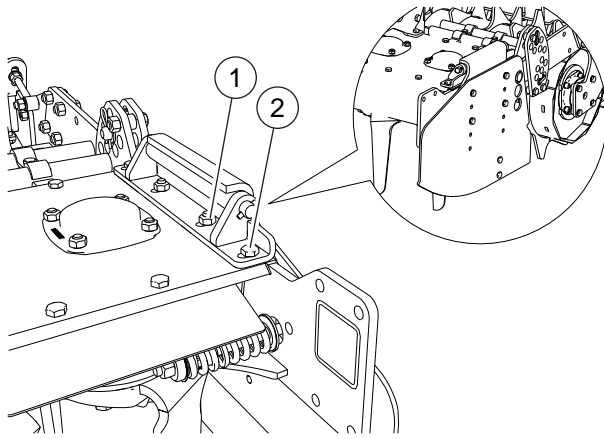

FIG. 17
- Die Schrauben lösen (2, "Fig. 17"). Die Schraubenmutter lösen (1). Die Schraubengruppe entfernen.